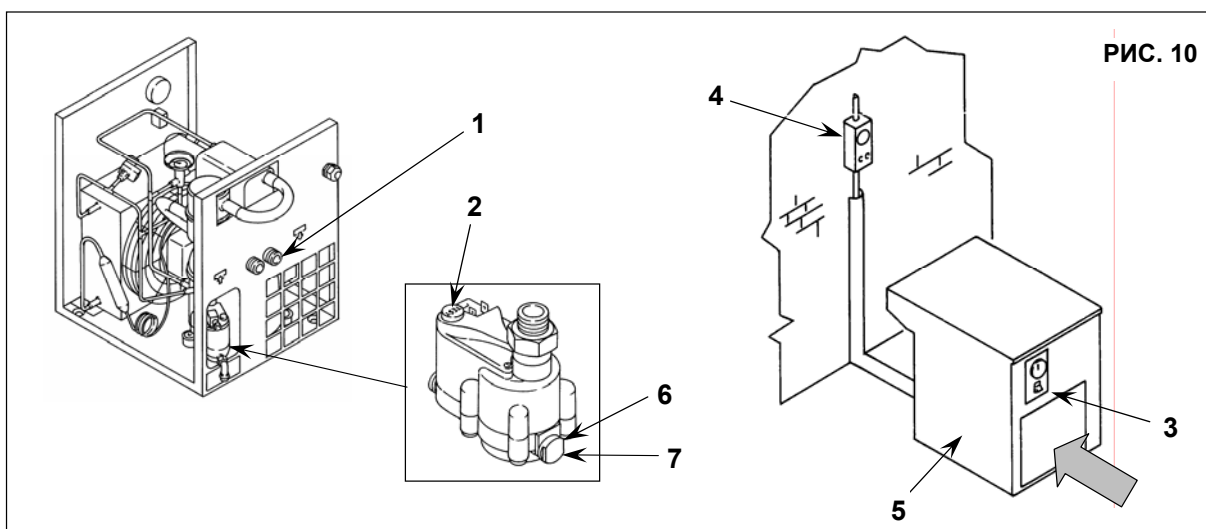

РИС. 10
15.2 ОЧИСТКА ФИЛЬТРА УСТРОЙСТВА АВТОМАТИЧЕСКОГО СЛИВА КОНДЕНСАТА (Рис. 10)
- Закройте кран, поз. 1, рис. 10
- Сбросьте давление в осушителе, нажав кнопку слива конденсата "TEST", расположенную на пароотделителе, поз. 2, рис. 10.
- Выключите устройство, нажав кнопку "STOP", поз. 3, рис. 10
- Включите автоматический дифференциальный переключатель питания, поз. 4, рис. 10
15.3 ОЧИСТКА КОНДЕНСАТОРА (Рис. 10)
- Снимите панели, поз. 5, рис. 10
- Очистите ребра конденсатора, поз. 1, сжатым воздухом (Рис. 10). **НЕ ИСПОЛЬЗУЙТЕ ВОДУ И РАСТВОРИТЕЛИ**
- Установите панели, поз. 5, рис. 10
ПОРЯДОК ДЕЙСТВИЙ ПРИ СБРОСЕ ДАВЛЕНИЯ (Рис. 10)
- Закройте краны, поз. 1, рис. 10
- Сбросьте давление в осушителе, нажав кнопку слива конденсата "TEST", расположенную на пароотделителе, поз. 1, рис. 10